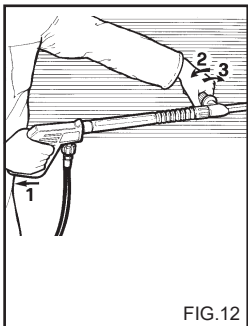
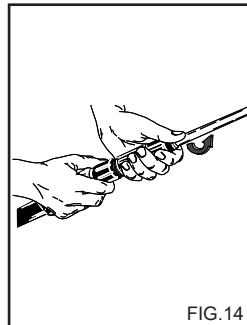

FIG.12
FIG.14
BENUTZUNG DER DOPPELTEN LANZE (Sonderzubehör) (Fig.12).
2) Die Verlängerung vom Griff entfernen und die Doppellanze oder die Lanze mit verstellbarem Düsenkopf (Fig.14) einsetzen, den Hochdruckreiniger einschalten, den Schalter zum Ansaugen des Reinigungsmittels an der Lanze bedienen (Fig. 12, 13) und die zu reinigende Oberfläche von unten nach oben einsprühen.